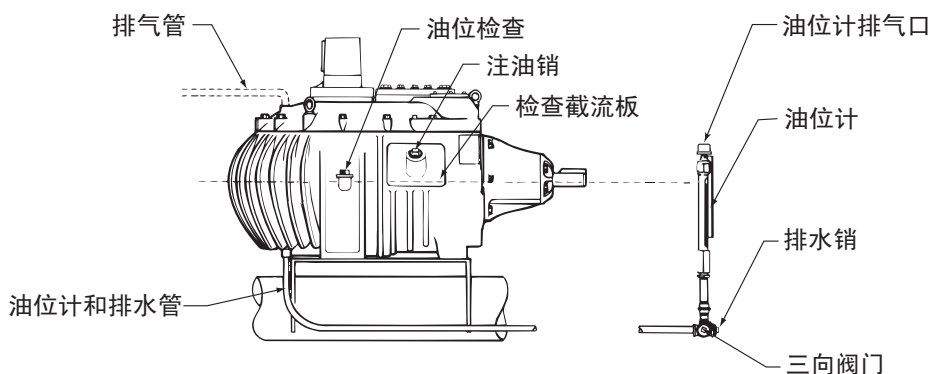

图 2 油位计和排油管（图示为 36 系列减速机）
通过拆卸放油塞来排放齿轮减速箱的油。位置请参见图2。如果安装了外置油尺/油位计，请拆除该位置的放油塞，以便给整个系统排油。
1. 通过减速机检查截流板的注油孔注入机油，直到油位达到减速机外壳和视镜上的“满油位”标记处。请参见图 2 和 3。将管塞重新装入注油孔。